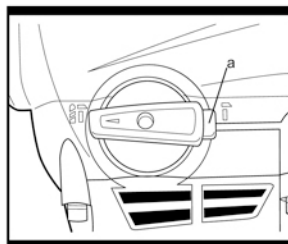
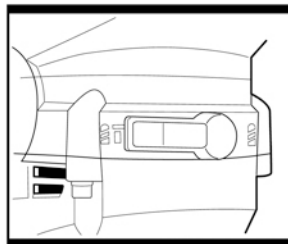

Fig. 7
Fig. 8
7. HAMMER DRILL FUNCTION (Fig. 7 & Fig. 8)